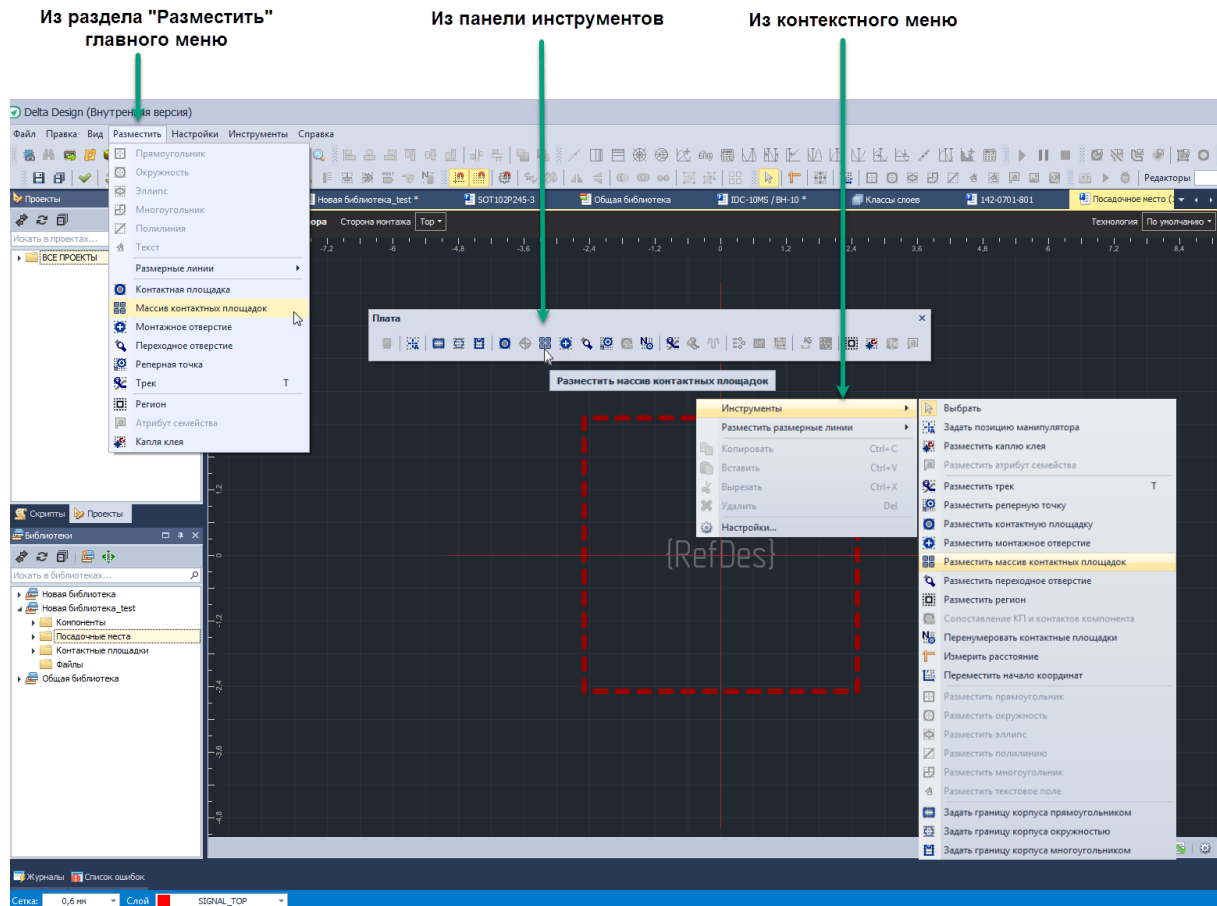

Рис. 94 Вызов окна «Размещение массива контактных площадок»
1. Вызовите окно «Размещение массива контактных площадок», нажав на кнопку «Разместить массив контактных площадок», обозначенную значком  в панели инструментов «Плата» и в выпадающем списке «Инструменты» из контекстного меню, см. Рис. 94.